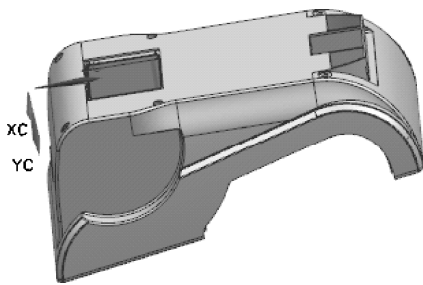
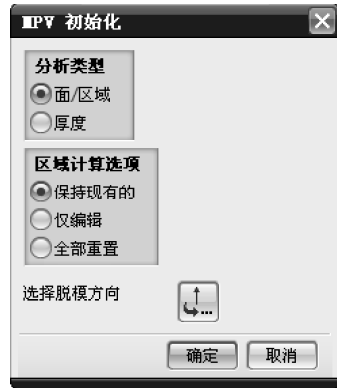
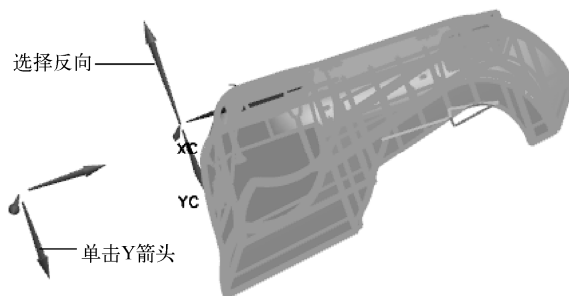
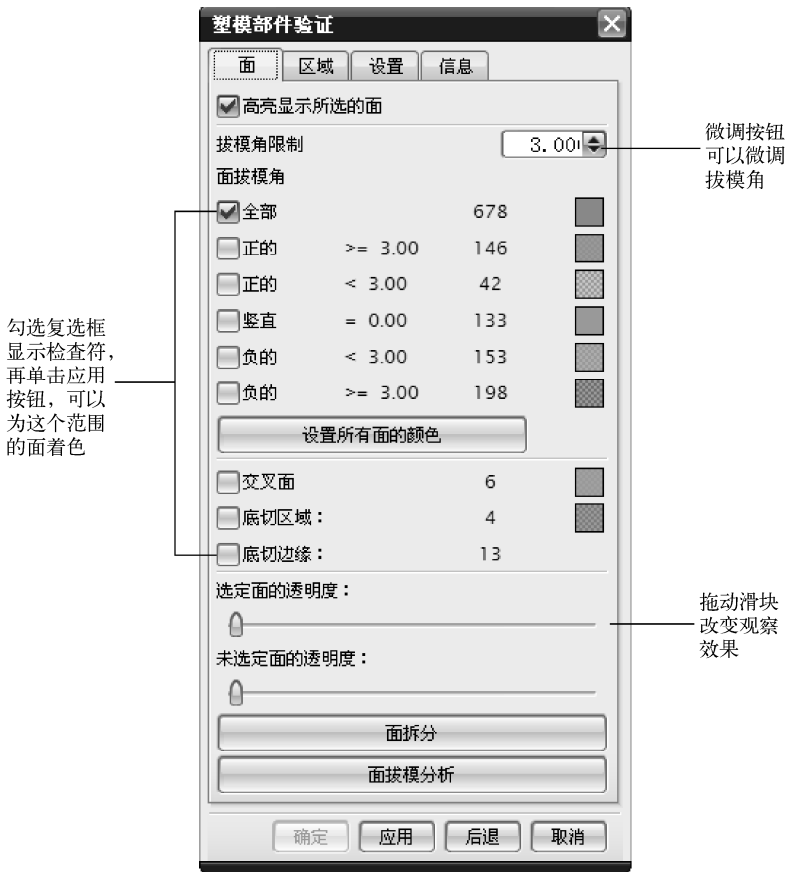

图 2-17 产品模型
图 2-18 【MPV 初始化】对话框
图 2-21 指定脱模方向
图 2-22 【塑模部件验证】对话框
(1) 打开如图 2-17 所示的产品模型，单击【分析】→【塑模部件验证】工具，弹出如图 2-18 所示的【MPV 初始化】对话框。如果产品模型中只有一个实体，系统将自动选中该实体；如果产品模型中实体多于一个，提示行将给出选择产品实体的提示，可选择需要进行
(3) 在图 2-18 所示的【MPV 初始化】对话框中，单击【选择脱模方向】按钮，弹出如图 2-20 所示的【矢量】对话框，有两种指定脱模方向的方法。
(4) 如图 2-21 所示，在图形窗口单击Y箭头，在图 2-20 所示的【矢量】对话框中单击【反向】按钮，定义Y轴负方向为脱模方向，然后单击【确定】按钮，返回到图 2-18 所示的【MPV 初始化】对话框。
或者在【矢量】对话框的【类型】下拉列表中，选择—Y C轴选项，直接定义脱模方向，然后单击【确定】按钮，返回到图 2-18 所示的【MPV 初始化】对话框。
(5) 在正确的定义了脱模方向后，在图 2-18 所示的【MPV 初始化】对话框中单击【确定】按钮，系统会自动进行产品的分析，接着弹出如图 2-22 所示的【塑模部件验证】对话框。
在下拉菜单中单击【分析】→【塑模部件验证】工具，弹出如图 2-18 所示的【MPV 初始化】对话框，将【分析类型】设置为【厚度】，如图 2-24 所示。如果产品模型中只有一个实体，系统将自动选中该实体；如果产品模型中实体多于一个，提示行将给出选择产品实体的提示，可选择需要进行分析的实体。
(2) 在下拉菜单上选择【分析】→【塑模部件验证】，弹出如图 2-18 所示的【MPV 初始化】对话框，如果脱模方向正确，就单击【确定】按钮，系统会自动进行产品的分析，接着弹出如图 2-22 所示的【塑模部件验证】对话框。
(2) 在下拉菜单中选择【分析】→【塑模部件验证】，弹出如图 2-18 所示的【MPV 初始化】对话框，如果脱模方向正确，就单击【确定】按钮，系统会自动进行产品的分析，接着弹出如图 2-22 所示的【塑模部件验证】对话框。